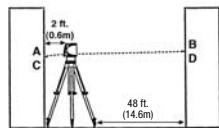

Fig 2
- Déplacez l'appareil et le trépied pour que la source du faisceau laser soit à environ 0,6 m (2 pi) du mur 1 (fig. 2). Mettez le trépied à niveau et placez l'appareil sur ce dernier, face au mur 1. Activez le faisceau laser et marquez son centre d'un repère «C».